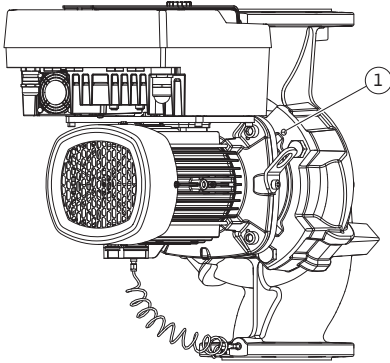

Fig. 98: A behelyezhető készlet lenyomása a menetes furatokon keresztül
12. A (Fig. III) szivattyútípus esetén lazítsa meg a csavarokat (29. poz.). Használja a mellette található két menetes furatot (Fig. 98, 1. poz.) és használja az építető által biztosított megfelelő csavarokat (pl. M10 x 25 mm). Nyomja le a behelyezhető készletet a szivattyúházzal.